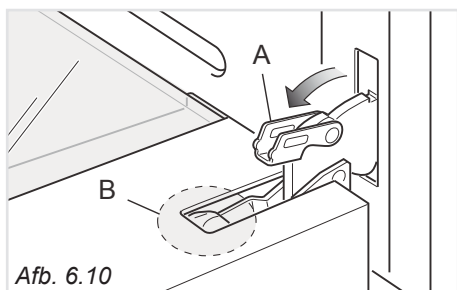

Afb. 6.9
- Open de deur volledig (afb. 6.9).